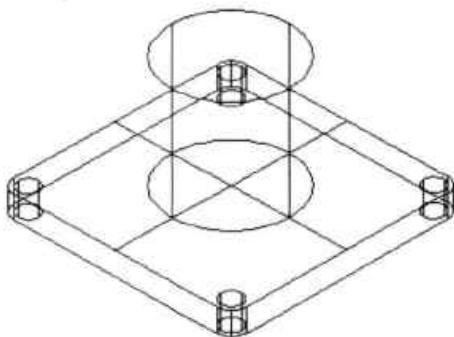

图13-54 绘制圆柱体
**Step07** 执行“圆柱体”命令，捕捉长方体中心点作为圆心，绘制直径为 40mm、高 40mm 的圆柱体，如图 13-54 所示。